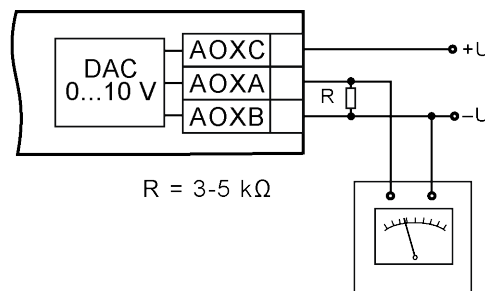

Abb. 4.1 Funktionstest
- Ein Voltmeter und einen Widerstandskasten wie in der Abbildung 4.1 anschließen.